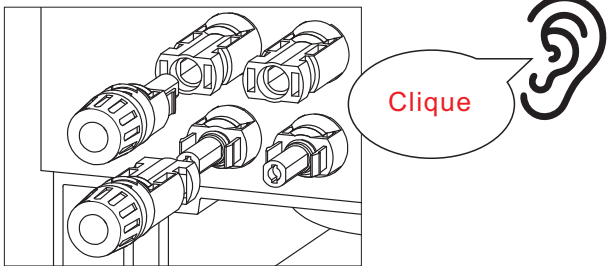

Figura 4.12 Conectar os conectores CC ao inversor
5. Então, conectar os conectores CC ao inversor. Um leve clique confirmará a conexão (veja a figura 4.12).